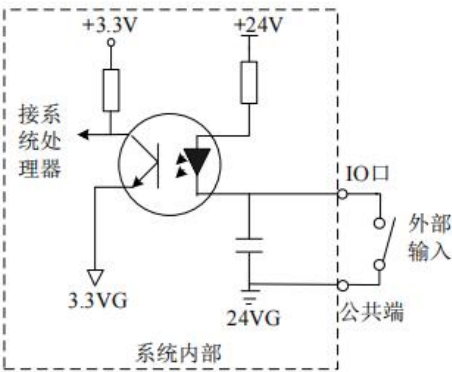

图14.3 输入接口电路原理图
- ◆ 输入口为光电隔离输入，低有效。输入信号可以是机械接触式开关，或者光电开关，支持常开常闭输入。外部开关的公共端是24VGND，另外一端接对应的输入口。输入口内部电路原理图如图14.3所示。